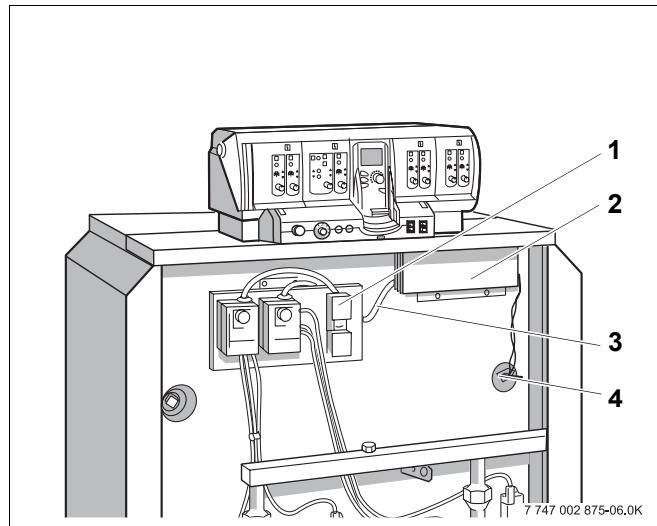

Рис. 16 Кабельная разводка на передней стороне котла
- Снимите крышку с кабельной ниши (рис. 16, поз. 2).
- Проведите капиллярные трубы и провода температурных датчиков под передней крышкой котла к месту замера (рис. 16, поз. 4). При этом размотайте их только на необходимую длину.
- Проведите провод горелки (рис. 16, поз. 3) через кабельную нишу и под передней крышкой котла назад к подключению системы управления.
- Для двухступенчатой горелки удалите штекер с перемычкой и вставьте вместо него штекер провода второй ступени горелки (рис. 16, поз. 1).